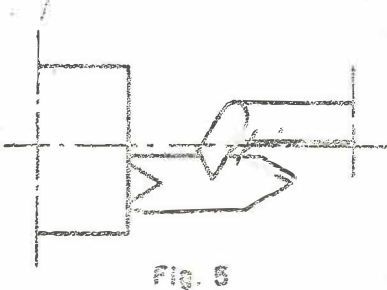

Fig. 5
- Después del alesado se coloca la herramienta (verificando con la galga su posición ; (Fig. 5) a la altura exacta del centro y con una longitud de 2 á 5 mm. mayor que la parte que se va a roscar.